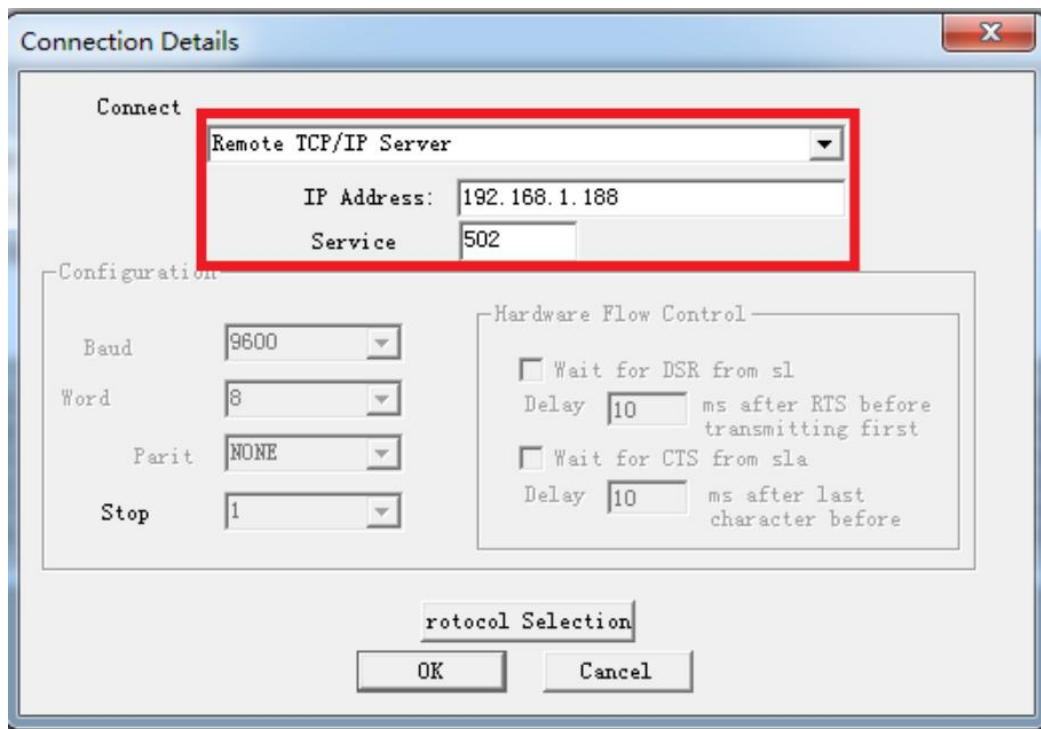

图 1
2、选择菜单 Connection/Connect, 选择 Remote TCP/IP Server, 输入 ComMeal-FX 的 IP 地址, Service 端口为 502; 点击[OK]按钮, 如图 1 所示。